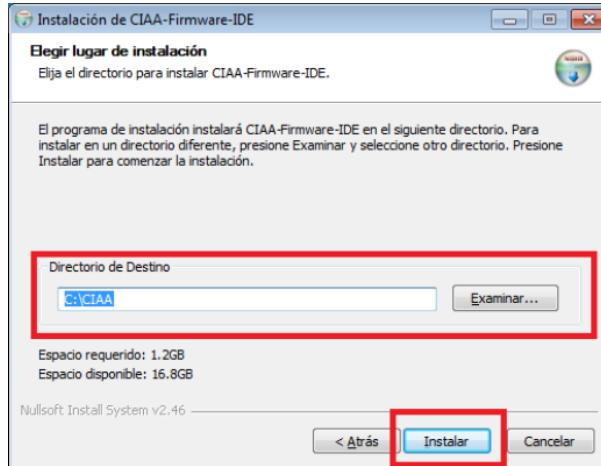

Figura 9: Elección de la ruta de instalación
- A continuación debe establecerse la dirección en donde se desea instalar el entorno. La ventana que corresponde a este proceso se ilustra en la Figura 9. En caso de que se desee cambiar dicha dirección, debe tenerse la precaución de no elegir una dirección donde los directorios posean espacios en sus nombres. Es recomendable no cambiar la unidad de instalación, pues en los siguientes pasos del documento se utilizarán direcciones que harán referencia a esta carpeta de instalación, y si se modifica, se deberán cambiar consecuentemente dichas direcciones.